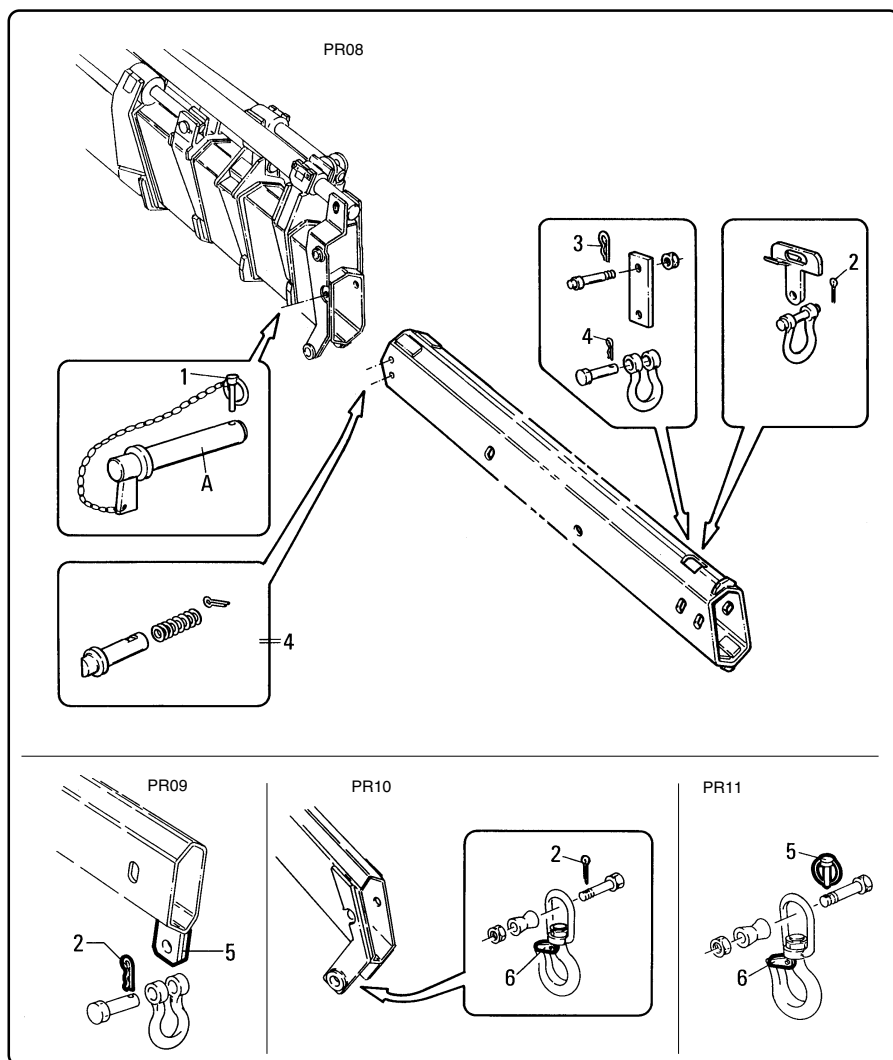

fig. 9.1.5
Verificare con scrupolo il funzionamento dei vari perni di bloccaggio automatico (pos. "4" fig. 9.1.5) e la presenza ed efficienza in tutte le sicurezze installate (vedi sotto-paragrafo 9.1.7).
*Carefully check the reliability of the different automatic fixing pins (position "4", fig. 9.1.5) and that all the installed safety devices are current and in perfect working order (see subparagraph 9.1.7).*